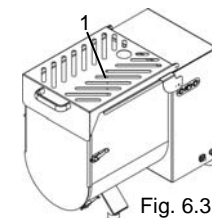

Fig. 6.3.1
- Raise the top grille "1" Fig. 6.3.1